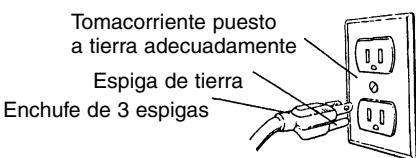

Figura 5 - Receptáculo para 3 espigas
- Esta herramienta viene equipada con un cable y un enchufe de 3 espigas para conexión a tierra (vea la Figura 5) que lo protegen a usted de un electrochoque.
- El enchufe de conexión a tierra se debe enchufar directamente a un receptáculo para tres espigas, adecuadamente instalado y puesto a tierra, como se muestra (vea la Figura 5).